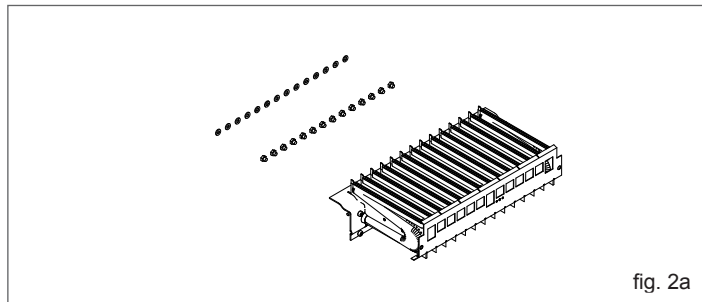

fig. 2a
- à l'aide d'une clé à tube ou à fourche, retirez les buses et les rondelles et remplacez-les avec celles présentes dans le kit (fig. 2a).